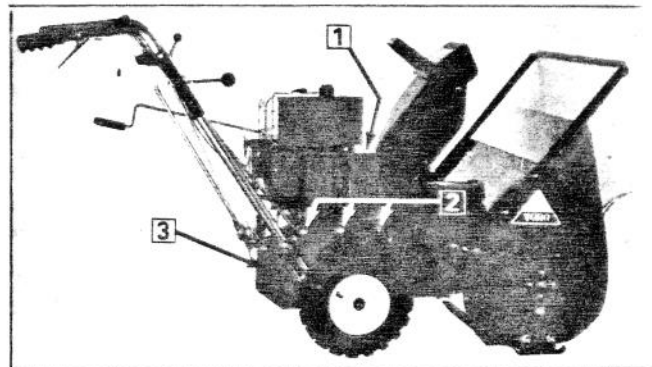

Figure 3
2. Enlevez les deux vis autotaraudeuses retenant le carter de courroie et enlevez le carter (Fig. 3).
3. Enlevez les trois vis à tête plaquées et écrous de blocage retenant la plaque latérale à la base du moteur (Fig. 3).